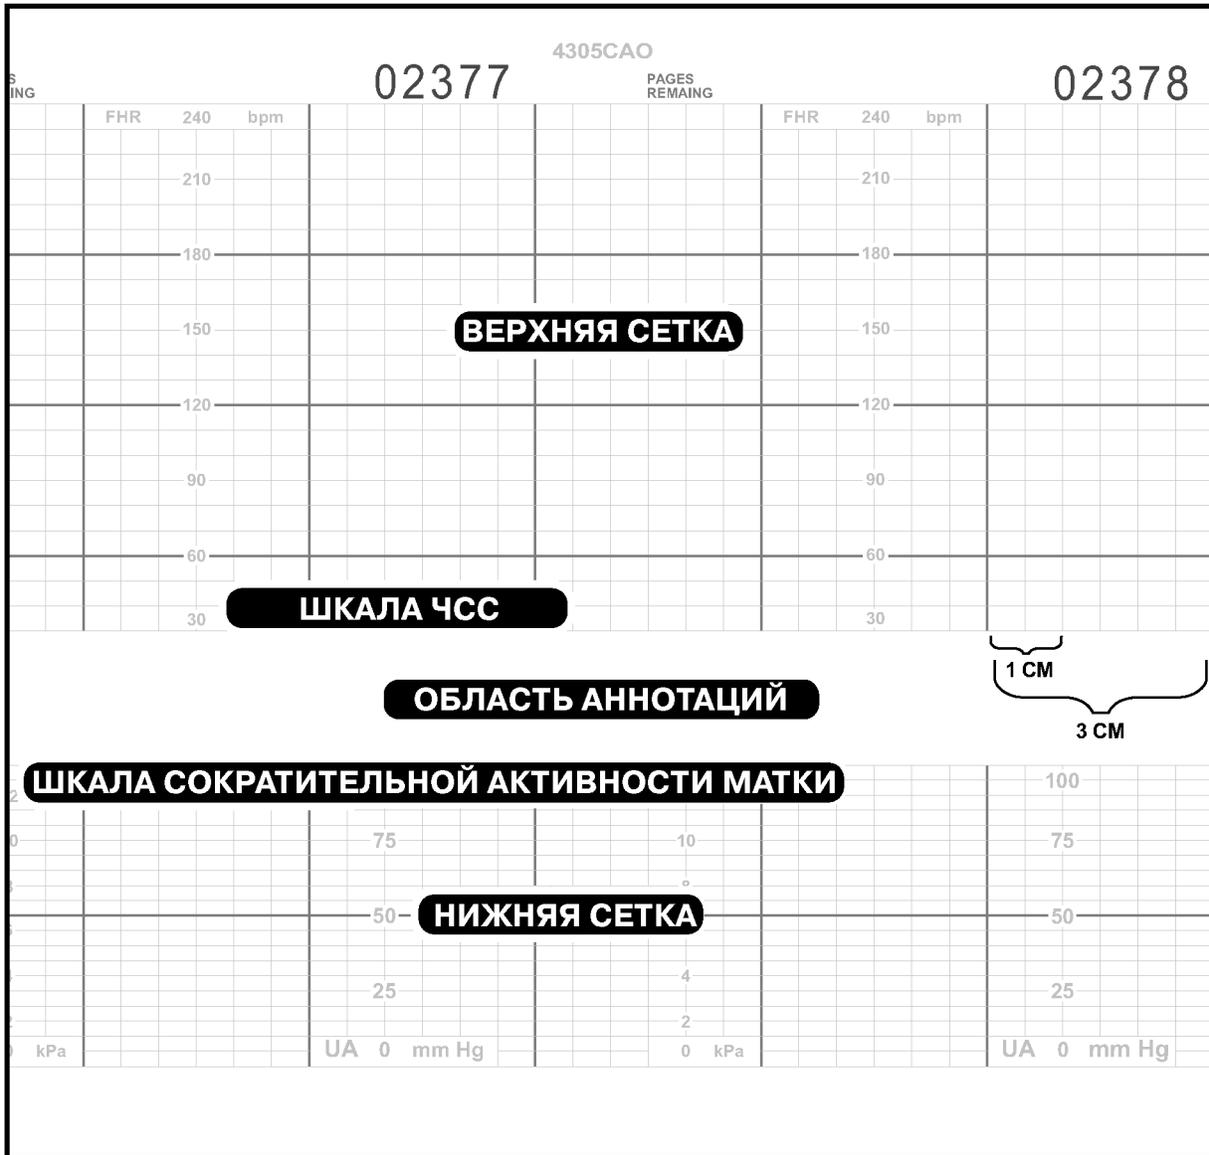
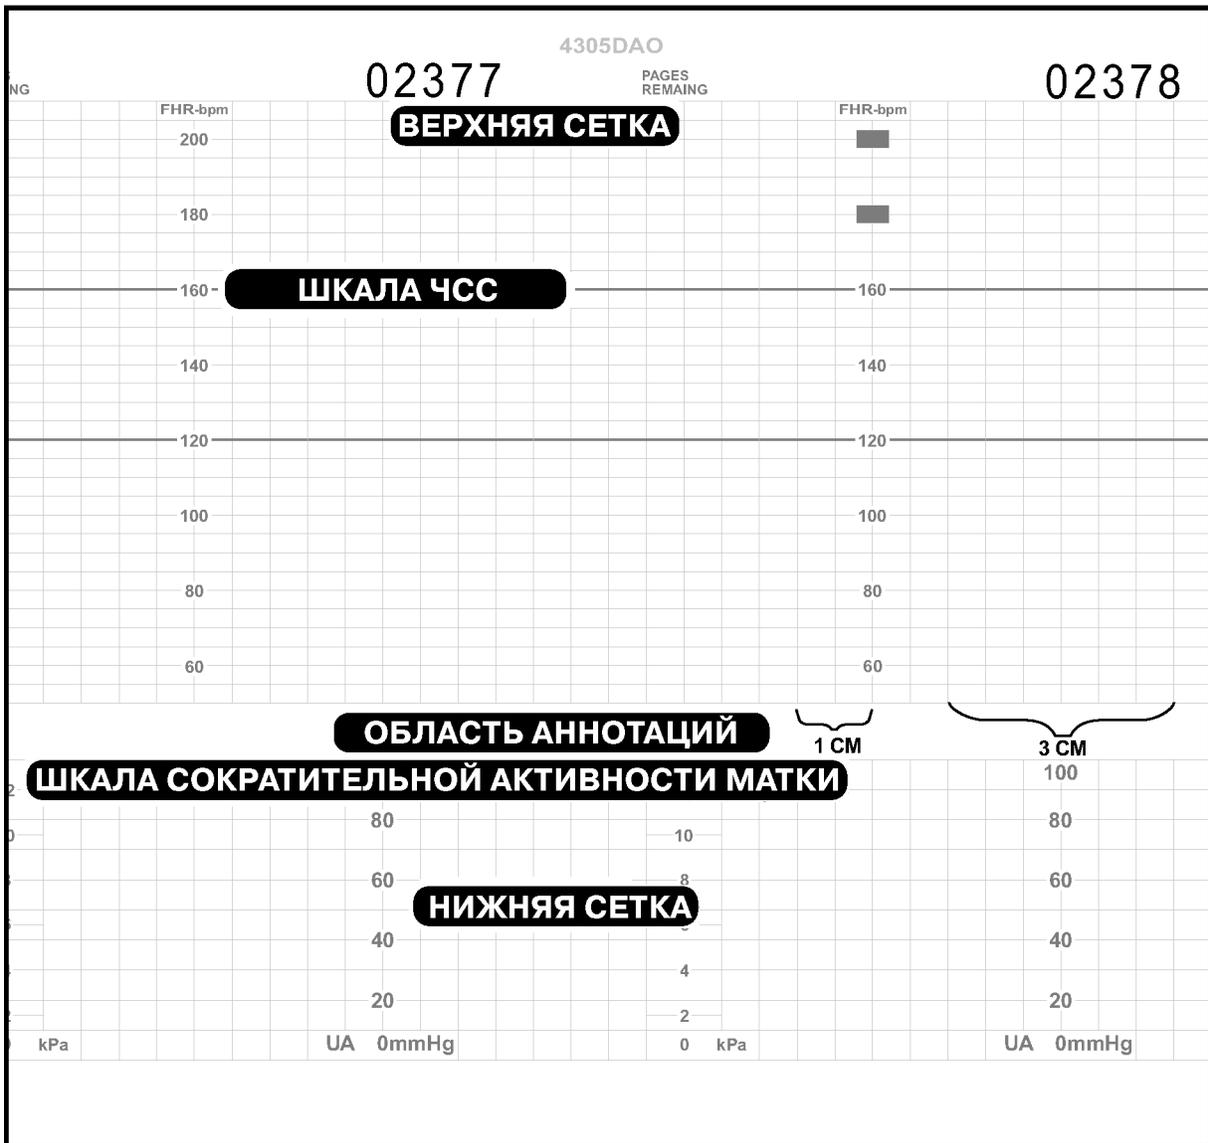

Рис. 7-1. Ленточная диаграммная бумага со шкалой частоты сердечных сокращений 30 – 240 уд./мин
Рис. 7-2. Ленточная диаграммная бумага со шкалой частоты сердечных сокращений 50 – 210 уд./мин
- Сложенная «гармошкой» диаграммная бумага с нанесенной шкалой частоты сердечных сокращений 30 – 240 уд./мин. (См. рис. 7-1.)
- Сложенная «гармошкой» диаграммная бумага с нанесенной шкалой частоты сердечных сокращений 50 – 210 уд./мин. (См. рис. 7-2.)
В США наиболее часто используется шкала 30 – 240 уд./мин. при скорости регистратора 3 см/мин. Как показано на рис. 7-1, каждые три сантиметра отделяются темной линией, что соответствует одной минуте при скорости 3 см/мин. Для графиков сократительной активности матки используется шкала 0 – 100 мм рт. ст.; та же шкала используется и для относительных единиц.
В других странах может быть более распространена шкала 50 – 210 уд./мин при скорости регистратора 1 см/мин. Как показано на рис. 7-2, вертикальные линии отмечают каждый сантиметр или 1 минуту времени при скорости 1 см/мин. Для графиков сократительной активности матки используется шкала 0 – 100 мм рт. ст.; та же шкала используется и для относительных единиц.
На рис. 7-1 и рис. 7-2 также показаны верхняя шкала, нижняя шкала и область аннотаций на бумаге обоих типов. Обратите внимание, что на бумаге одного типа область аннотаций имеет больший размер.